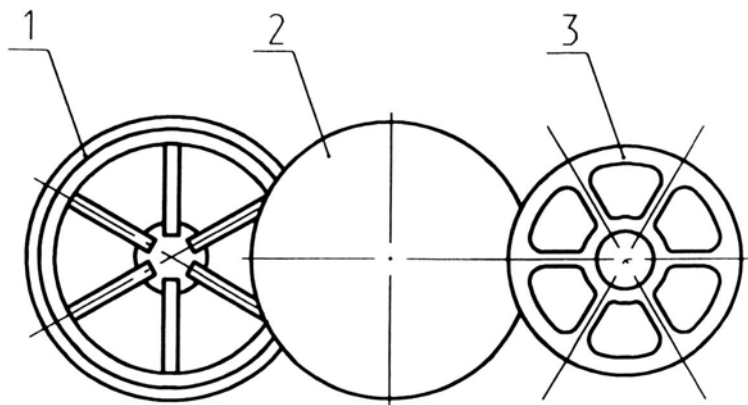

Рис. 8.2.17. Порядок разборки и сборки встроенного фильтра: 1 – корпус входной крышки; 2 – фильтрующий элемент; 3 – кольцо крепления фильтра
4. Вынуть из входной крышки кольцо крепления фильтра (рис. 8.2.17).
2. Порядок разборки, очистки и сборки фильтра указан в подразделе «Порядок разборки ЭБН» и на рис. 8.2.17.